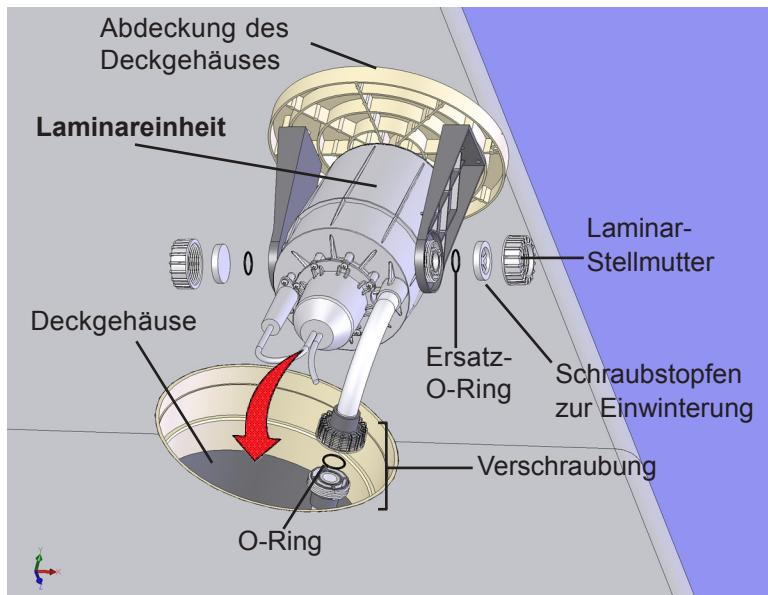

Abbildung 5
2. Sorgen Sie dafür, dass die Ersatz-O-Ringe auf ihren Platz sind. Führen Sie die Einwinterungs-Schraubstopfen in die Stellmuttern des Laminar ein und schrauben Sie diese am Laminarkörper fest (Abbildung 5).
3. Verbinden Sie den Laminar mittels Schraubverbindung mit der Versorgungsleitung (Abbildung 5). Stellen Sie sicher, dass der O-Ring richtig in der Rille sitzt und die Anschlussfläche frei von Kleber bzw. Schmutz ist.
5. Setzen Sie den Deckel des Deckgehäuses/die Laminareinheit in das Deckgehäuse ein (Abbildung 5). Sollten die Schläuche im Deckgehäuse das ordnungsgemäße Aufsetzen des Deckels des Deckgehäuses behindern, lockern Sie die Überwurfmutter leicht, sodass sich die Schläuche im Deckgehäuse aus dem Weg drehen.